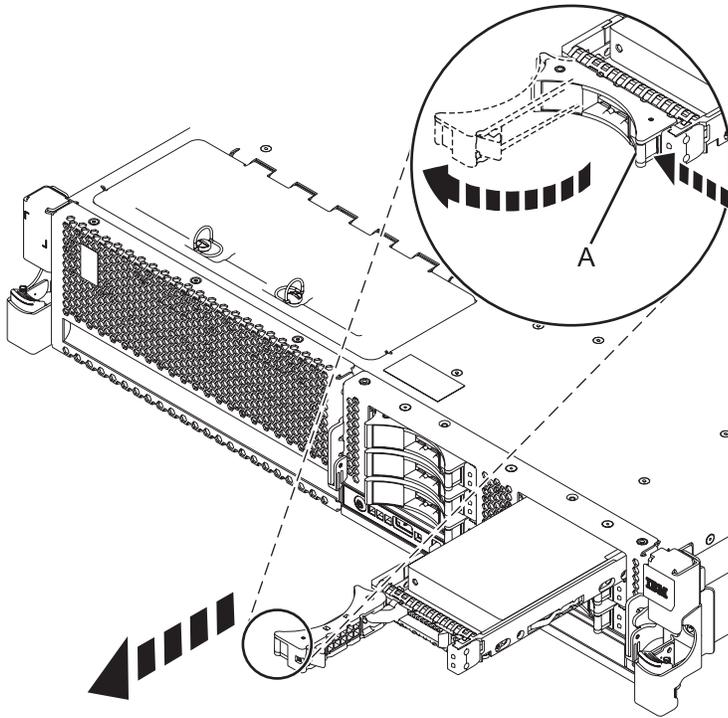

図 16. ディスク・ドライブのシステムからの取り外し
1. 28 ページの図 16 に示すように、ハンドルを握って手前に引き出し、ディスク・ドライブまたはソリッド・ステート・ドライブ・ハンドルをアンロックします。